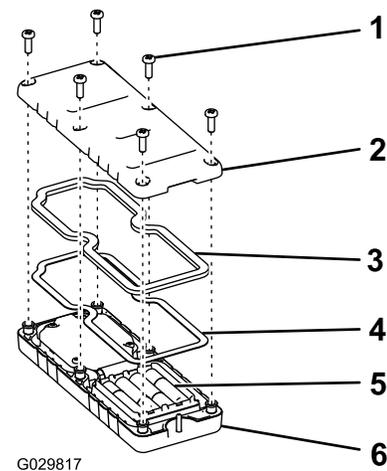

Figura 27
1. Retire los 6 tornillos de la parte trasera del control remoto, y retire la tapa (Figura 27).
5. Vuelva a colocar la cubierta y fíjela con los 6 tornillos que retiró anteriormente (Figura 27) y apriételes a entre 1,5 y 1,7 N·m.